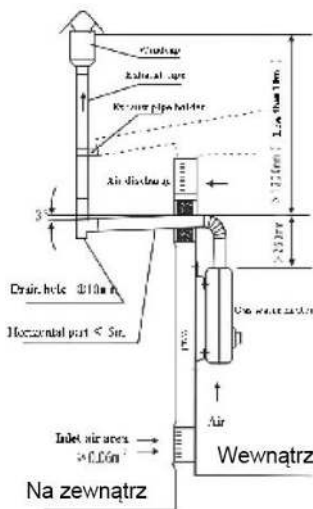

Abbildung 10
2. Das Auspuffrohr muss gegen hohe Temperaturen (über 200°C) und Rost beständig sein (Abb. 10).